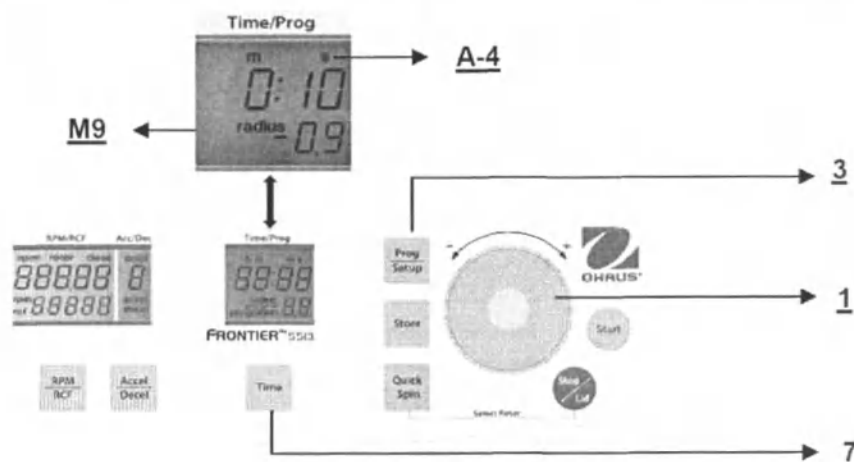

Рис. 19
Закройте крышку центрифуги, затем нажмите одновременно кнопки **Time** (7) и **Prog/Setup** (3) и удерживайте их (см. рис. 19).